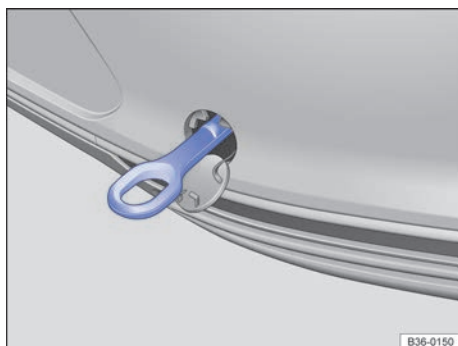

Fig. 292 En el lado derecho del paragolpes trasero: argolla de remolque enroscada.
- Enrosque la argolla de remolque en el alojamiento girándola al máximo **en el sentido contrario al de las agujas del reloj** → fig. 292 → ⓘ. Utilice un objeto adecuado con el que pueda enroscar completa y firmemente la argolla de remolque en su alojamiento.